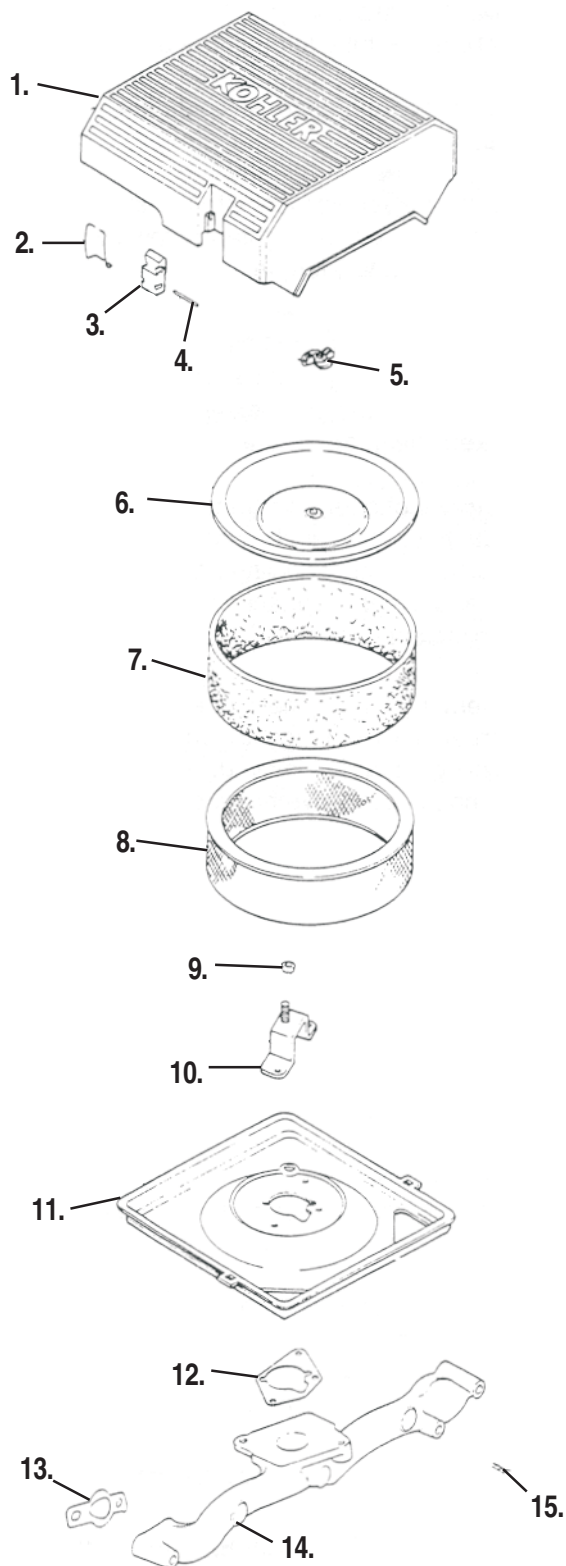

Figura 13. Componenti del depuratore
Per la manutenzione del prefilto, seguire questi passi (vedi figura 13):
1. Sganciare il chiavistello posto a un lato del coperchio del depuratore (figura 13) e togliere il coperchio.
Componenti del depuratore - Vedere la figura 13.
Per questa operazione, far riferimento ai seguenti passi e alla figura 13: